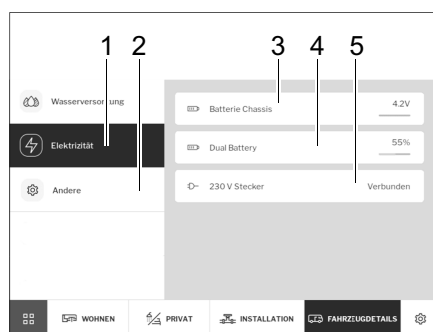

Fig. 279 Elettricità e temperatura interna
- Digitare il pulsante *Elettricità* (Fig. 279,1). Vengono visualizzati la tensione di batteria del veicolo (Fig. 279,3), lo stato di carica della batteria a montaggio in %, ossia la tensione di carica della batteria AGM in volt (Fig. 279,4) e lo stato dell'alimentazione a 230 V (Fig. 279,5).
- Digitare il pulsante *Altro* (Fig. 279,2). Viene indicata la temperatura interna.